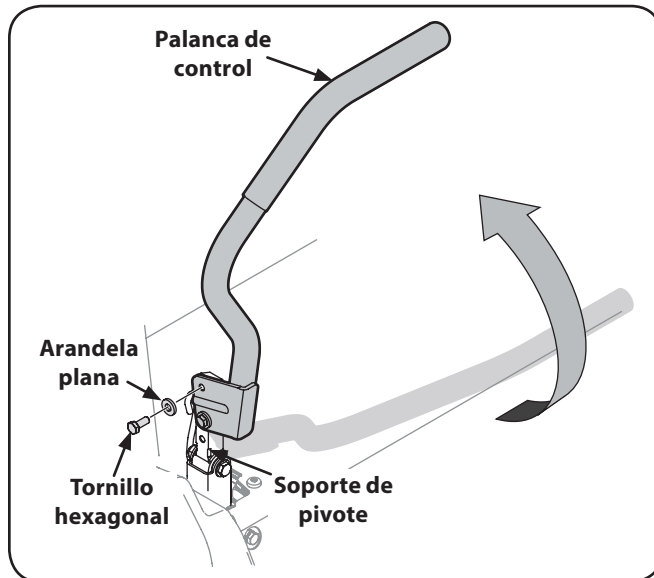

Figura 3-3
2. Levante y gire esa palanca de control hacia arriba hasta que el orificio ranurado en el soporte de la palanca se alinea con uno de los orificios del soporte de pivote. Vea la Figura 3-3.
3. Deslice la arandela plana en el tornillo hexagonal. Desde el exterior, insertar el tornillo hexagonal con arandela a través de la ranura de la palanca de control y el orificio de la ménsula de pivote. Vea la Figura 3-3. El uso de un 1/2 "llave apriete el tornillo, pero no los apriete completamente.